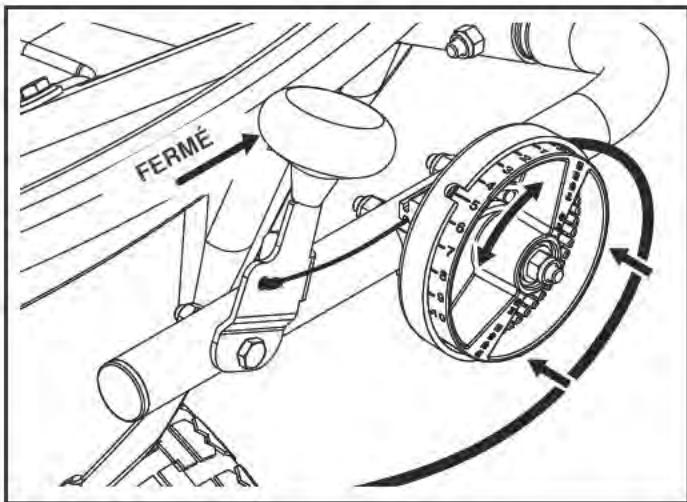

FIGURE 7
- Enfoncez le bouton (22) sur l'extrémité du levier de commande de débit (23).
- Fixez le levier de commande du débit (23) au tube de commande (6) à l'aide d'un boulon hexagonal de 1/4 po x 1-1/2 po (12) et d'un écrou de 1/4 po (17).
ÉTAPE 7 : (VOIR LA FIGURE 7)
- Fixez la commande de débit (4) au tube de commande (6) à l'aide de deux écrous autofreiné de 1/4 po (16).
(voir la figure 7)